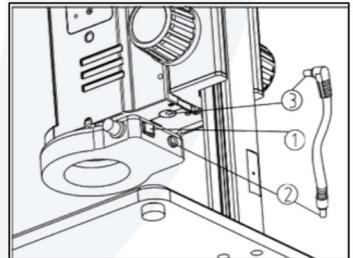

Fig.6
- Insérez la prise du câble d'alimentation du corps dans l'interface de l'éclairage annulaire (1), puis appuyez sur l'interrupteur (3) pour allumer la source lumineuse. (Voir Fig.6)